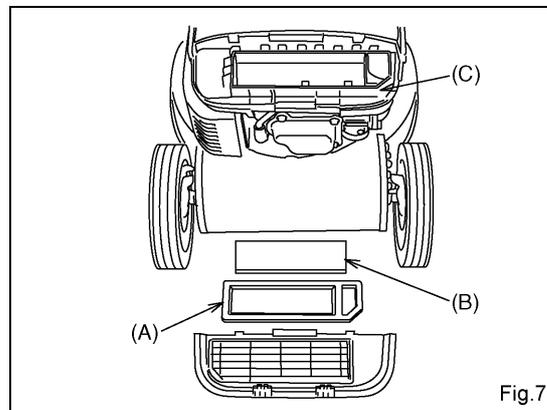

Fig.7
- (2) エアクリーナボディ（C）から濾紙エレメント（A）、スポンジエレメント（B）を取り外して下さい。（Fig.7）